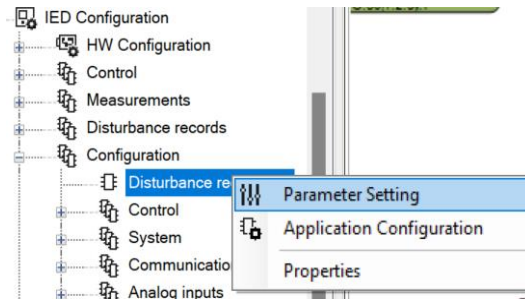

Imagen 317_Configuración de la ventana de registro de perturbaciones.
4.2.5 Se ajusta los parámetros generales, seleccionando “*IED Configuration - Registro de perturbaciones - Parameter Setting*” como observamos en la **Imagen 317**.